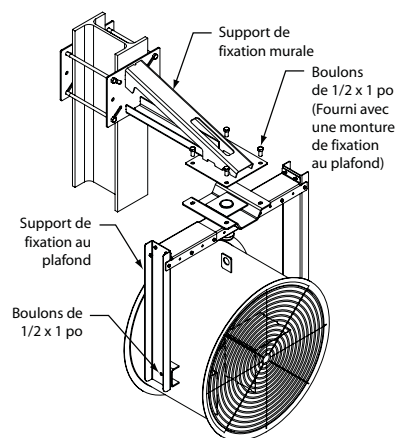

Figure 14 — Pose du support de fixation au plafond sur le support mural
- Aligner le carter du ventilateur dans la position de soufflage souhaitée et le fixer au support pour plafond assemblé avec deux (2) boulons de 1/2 x 1 po.
- Attacher le support de fixation au plafond muni du ventilateur au support de fixation murale monté avec quatre (4) boulons de 1/2 x 1 po. Voir la Figure 14.